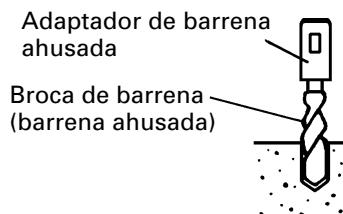
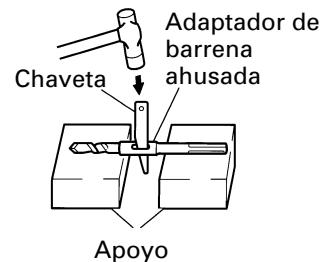

Fig. 12
Fig. 13
- (1) Instale la broca con la barrena ahusada en el adaptador de barrena ahusada. (Fig. 12)
- (2) Ponga en ON el interruptor de alimentación y perfore un agujero de base.
- (3) Despues de eliminar el polvo con una jeringa, fije la clavija en la extremidad del anclaje e introduzca el anclaje con un martillo de mano.
- (4) Para sacar la broca con la barrena ahusada introduzca una chaveta en la ranura del adaptador de barrena ahusada, ponga apoyos debajo del martillo perforador y golpee la chaveta con un martillo de mano. (Fig. 13)